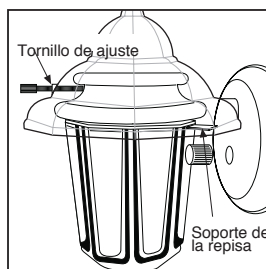

Figura 7
- f. Para las unidades con vidrio y tornillo de ajuste delantero, afloje cuidadosamente el tornillo, quite el vidrio y coloque la bombilla. Vuelva a unir el vidrio cuidadosamente, ajustando la parte trasera de éste en los soportes de las repisas. Fije el vidrio con los tornillos de ajuste. Fíjese que el tornillo de ajuste y el soporte de la repisa estén a distintos niveles en el vidrio cóncavo (ver la figura 7).